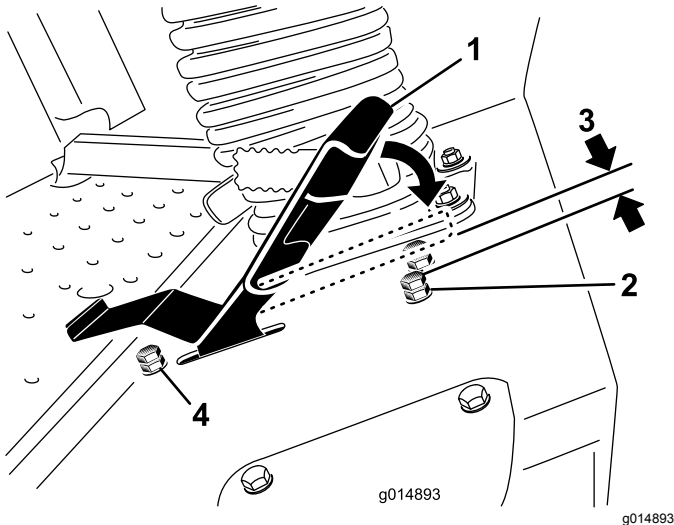

Bild 51
3. Lösen Sie für das Fahrpedal die Klemmmutter an der Anschlagsschraube (Bild 51).